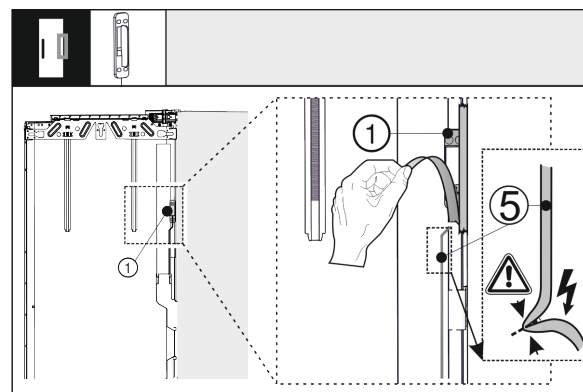

Fig. 40
- Quitar el tope de la escuadra en el lado del tirador superior y desécho. No dañar el cable de conexión Fig. 40 (5).
- Separar el sensor de golpes Fig. 40 (1) de la puerta exterior. No dañar el cable de conexión Fig. 40 (5).